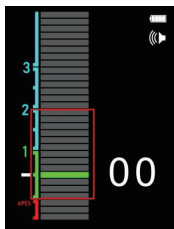

图 7
a) 本仪器的目的是定位根尖点的位置，以此作为依据填充牙胶尖。本仪器在定位牙齿解剖根尖点的同时，亦可同时定位牙胶尖的填充止点，即预设根尖点。此点落在图 7 红框内的范围均为安全范围，操作者根据自己的临床经验设置该点，因为操作空间极其狭小，手动操作幅度非常大，越往上则安全系数越大。解剖理论认为该点设在解剖根尖点上提 0.5mm 的距离最为理想，即刻度条左侧小白色横杠位置。
b) 如图 7 红框所示，所框范围为预设根尖点可调节范围，彩色刻度条所亮位置即为预设根尖点位置。调节刻度条位置的方法是点按调节键“S”，彩色刻度条往上亮起，循环调节。无论设在哪，该处的数显为 00。